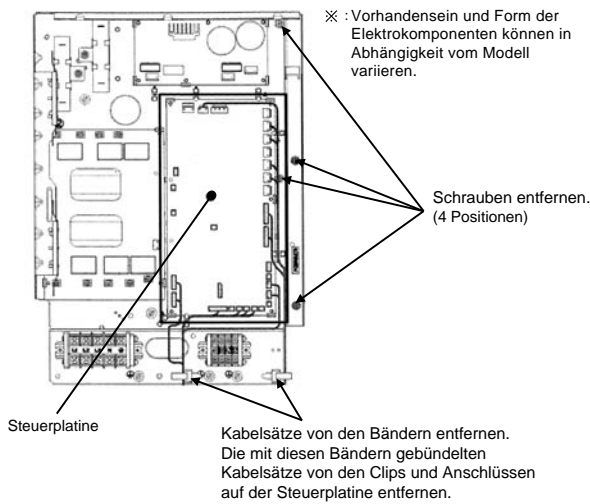

Abb. 3 Positionen, in denen Kabelsätze und Schrauben entfernt werden
- 3) Die Kabelsätze von den Bändern, Clips und Anschlüssen auf der Steuerplatine entfernen. Dann die Schrauben (4 Positionen) der Steuerung entfernen. (Siehe Abb. 3.)